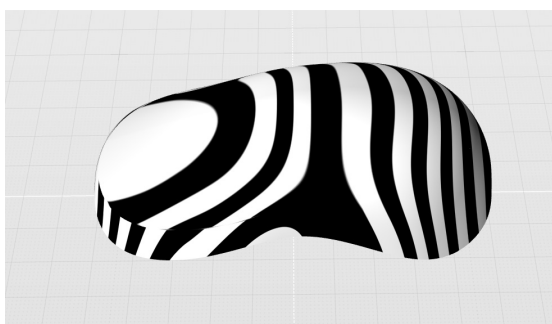

图 5-190 验证曲面连续性
20) 使用“斑马条纹”工具验证曲面连续性。可见鼠标模型前段斑马条纹有折痕，这个折痕在中端处消失（即“矩形 02”的位置），而鼠标后段则非常光滑，如图 5-190 所示。